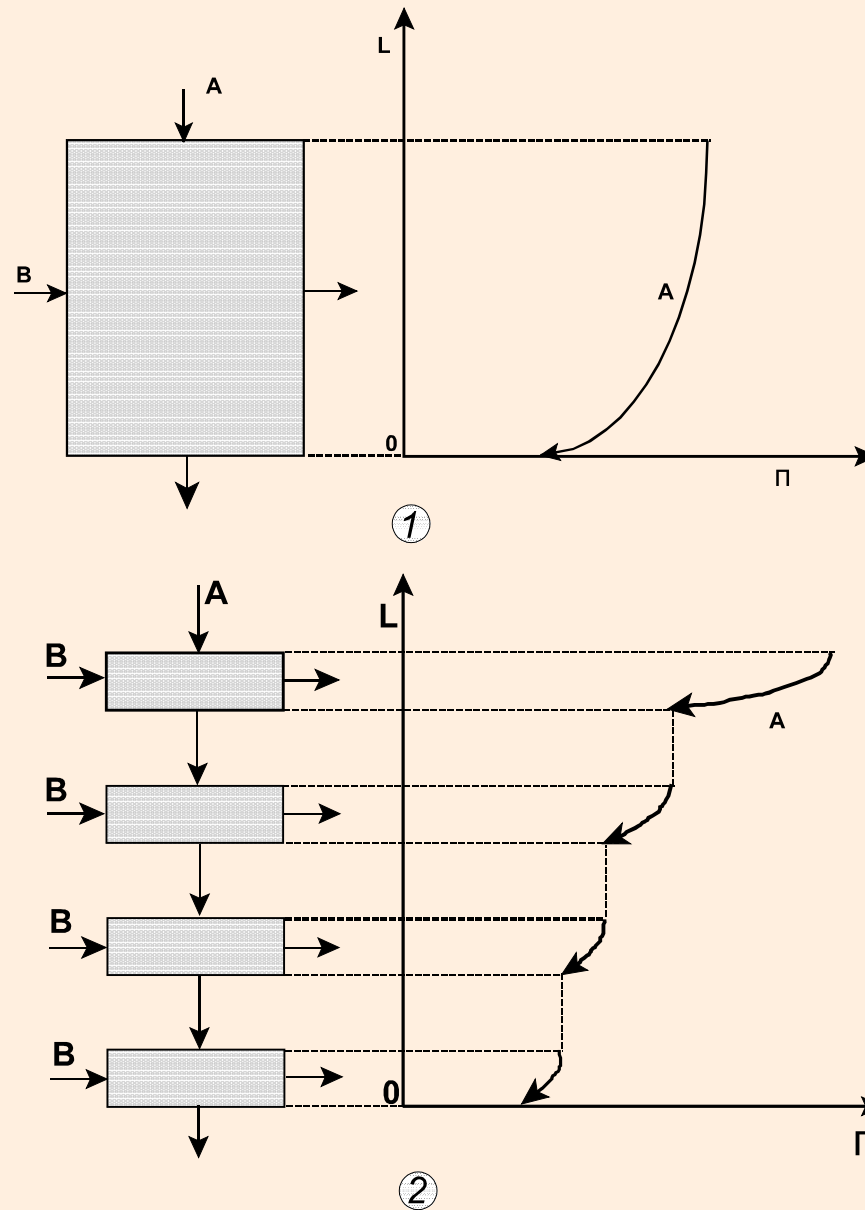

Figura 5.6: Flujo cruzado:
- **Flujo cruzado (Figura 5.6):** Las corrientes se mueven en direcciones perpendiculares entre sí a través del equipo; el transporte está limitado por las condiciones de salida, pero en cada zona del equipo, por lo que es equivalente a varias etapas de equilibrio; puede llevarse a cabo un *contacto repetido*, una de las salidas de una etapa es un producto y otra se pone de nuevo en contacto con alimento fresco.